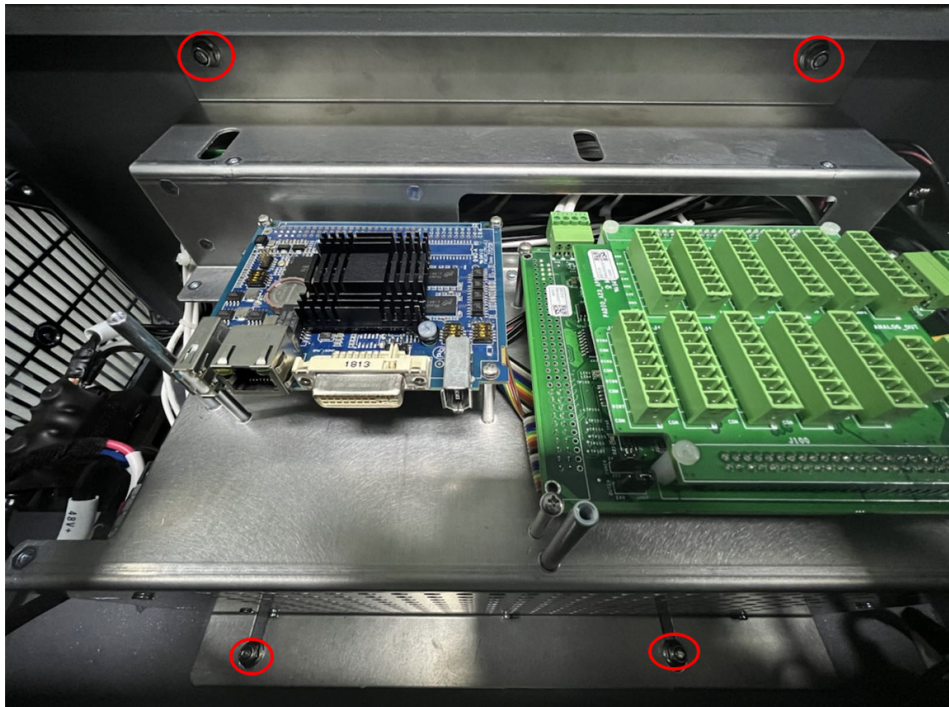

图 3-38：取出安装模块
2. 拆卸掉 4 颗 M5 六角尼龙防松螺母，取出安装模块，如图 3-38 所示；